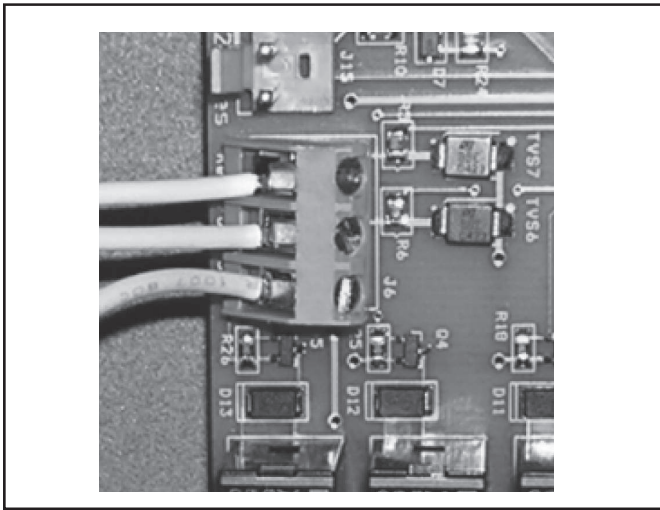

Figura 10a. Conexión a un remoto con piscina-apagado-hidromasaje (conexión de 3 cables)
4. Conecte el cableado del sistema de control de la piscina/del hidromasaje al terminal del control remoto de la bomba de calor (consulte la Figura 10a).